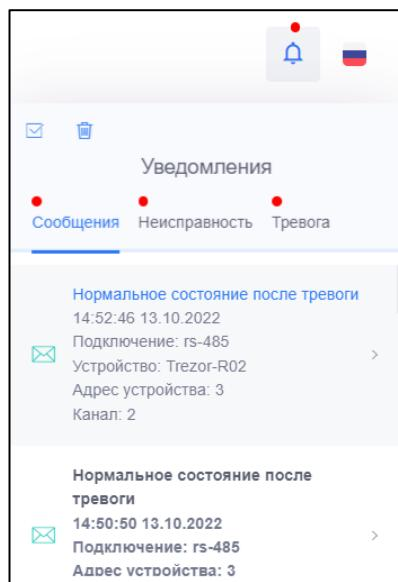

Рисунок 2.3 – Панель уведомлений
2.3.1.2 Кнопка в правом верхнем углу интерфейса служит для быстрого доступа к уведомлениям о новых событиях в системе (рисунок 2.3). Красная точка означает, что есть непрочитанные уведомления.